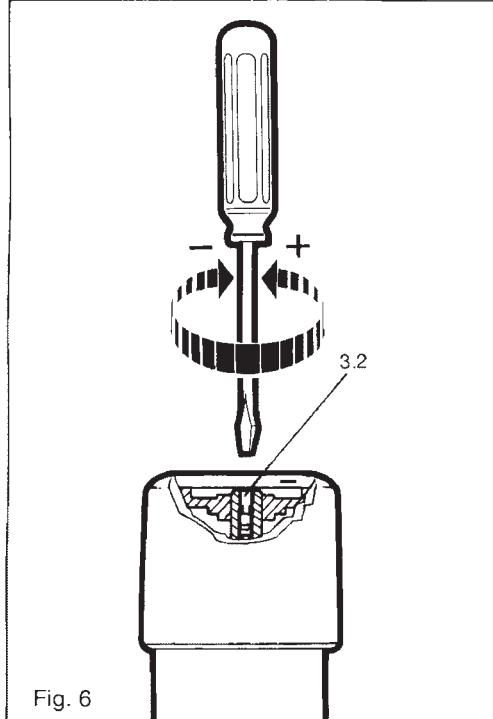

Fig. 6
- Ruotare la vite di regolazione (3.2) verso destra (per ridurre il volume) o verso sinistra (per aumentarlo) (fig. 6).
- Rodar o parafuso de ajuste (3.2) para a direita (para reduzir) ou para a esquerda (para aumentar) (fig. 6).